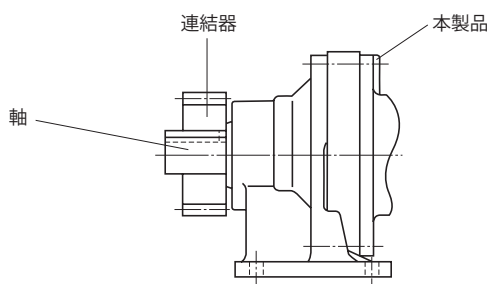
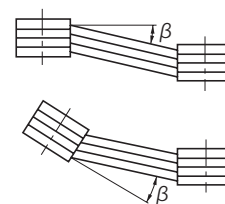

図 5-2
図 5-3
(2) チェーン・スプロケット、ギヤを使用する場合
- ・スプロケットやギヤの荷重作用点が、軸中央より本製品側へくるようにしてください。(図 5-2 参照)
(3) Vベルトを使用する場合
- ・両プーリ間の平行度、偏心度 β は 20° 以内としてください。(図 5-3 参照)